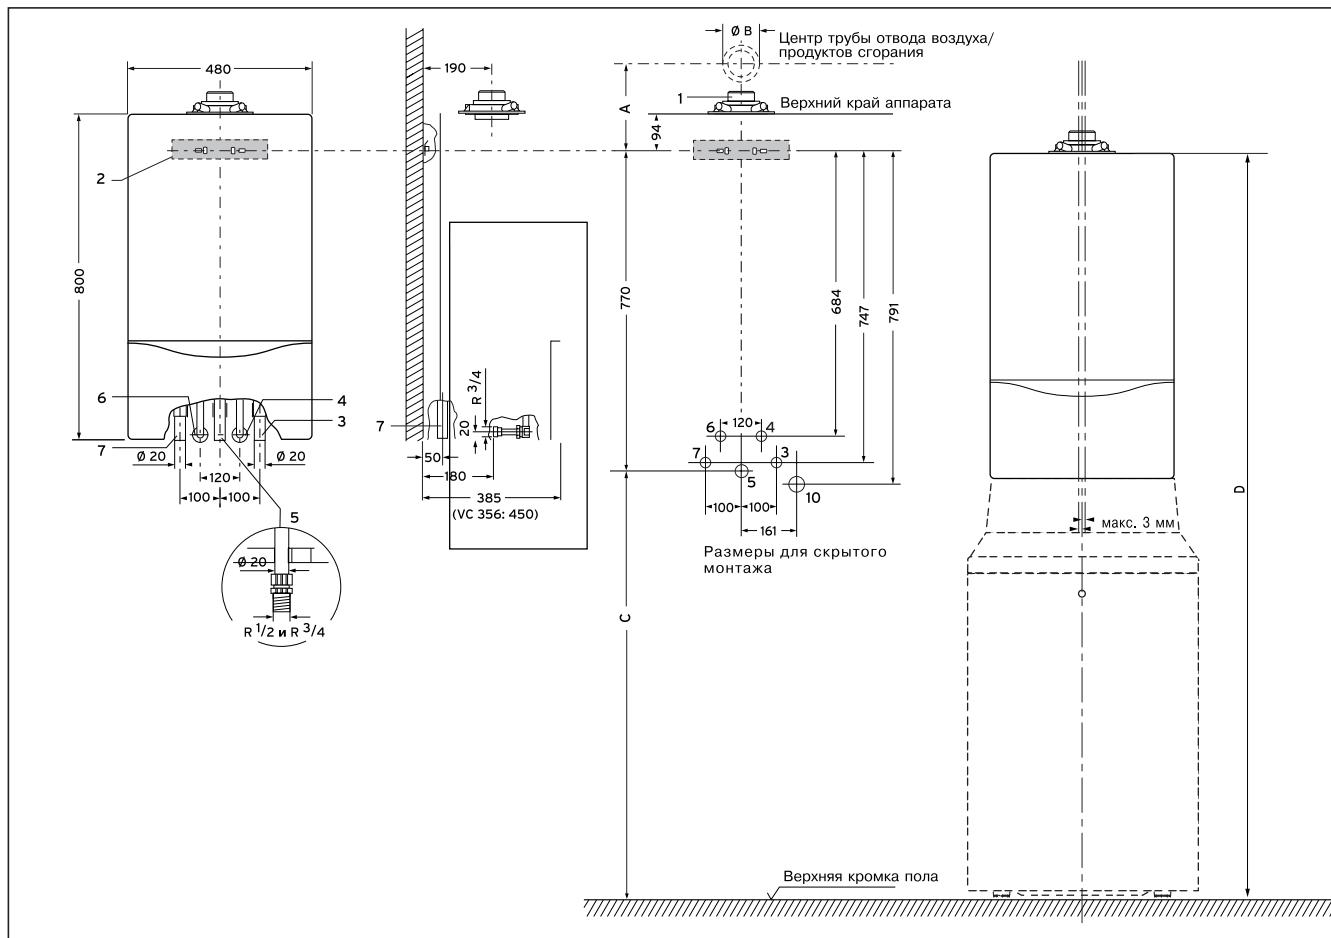

Рис. 3.2 Присоединительные размеры
- Определите высоту монтажа аппарата Vaillant ecoTEC, как показано на рис. 3.2. Особо строго соблюдайте размер С, если аппарат должен быть скомбинирован с емкостным водонагревателем типа VIH CR или CQ.